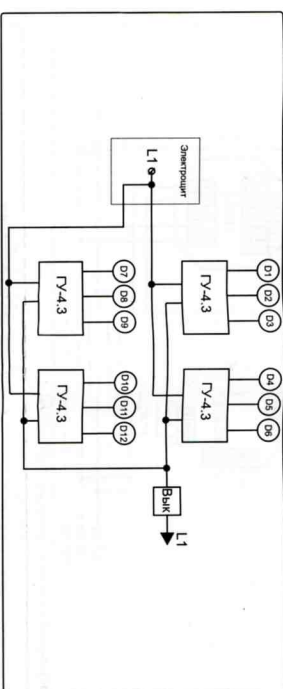

Рисунок 4. Разделение на две группы по питанию
- Подключить питающую сеть к каждой группе отдельным кабелем (с поперечным сечением жилы не менее 1,5-2,5 мм², как показано на рис. 4).